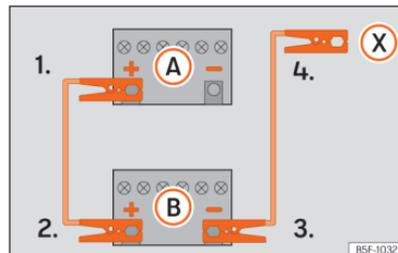

Fig. 163 Esquema de ligação para veículos sem sistema Start Stop.
2. Ligue uma extremidade do cabo *vermelho* de emergência ao polo positivo (+) do veículo com a bateria descarregada (A).
3. Ligue a outra extremidade do cabo auxiliar de arranque *vermelho* ao polo positivo (+) do veículo que fornece a corrente (B).
4. Veículos sem sistema Start-Stop: ligue uma extremidade do cabo preto de emergência ao polo negativo (-) do veículo que fornece a corrente (B) »» Fig. 163.